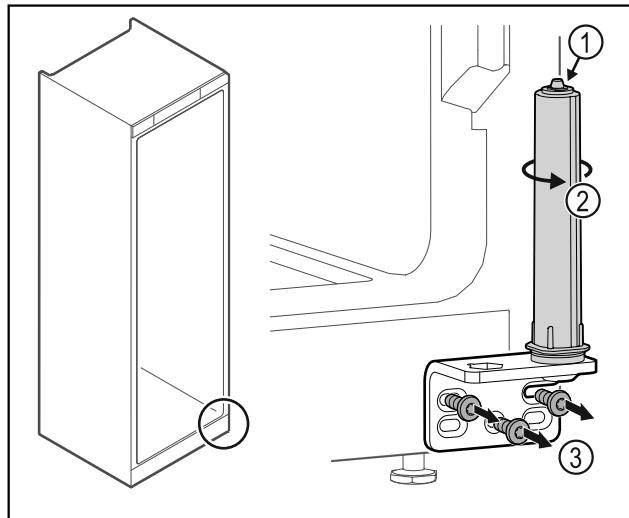

Fig. 32
- Nerozoberajte systém zatvárania dverí Fig. 32 (1).
- Otáčajte systém zatvárania Fig. 32 (2), kým nezacvakne.
- Odskrutujte uholník závesu Fig. 32 (3).